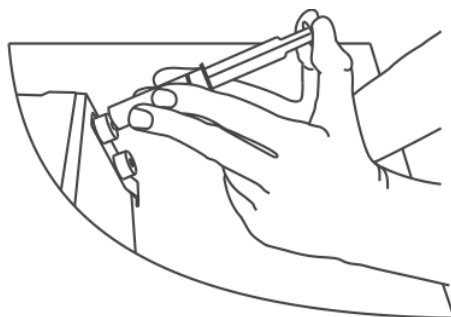

Рисунок 18
2.18.6 Для ввода пробы в плотномер присоединить шприц к входному конусу Люэра. Опершись запястьями на рабочую поверхность стола зафиксировать положение рук (рисунок 18). Заполнять измерительную ячейку пробой следует перемещая поршень шприца медленно, без остановок, до момента появления жидкости в выходном конусе Люэра. После заполнения измерительной ячейки, шприц следует оставить присоединенным к входному конусу во избежание утечки пробы.